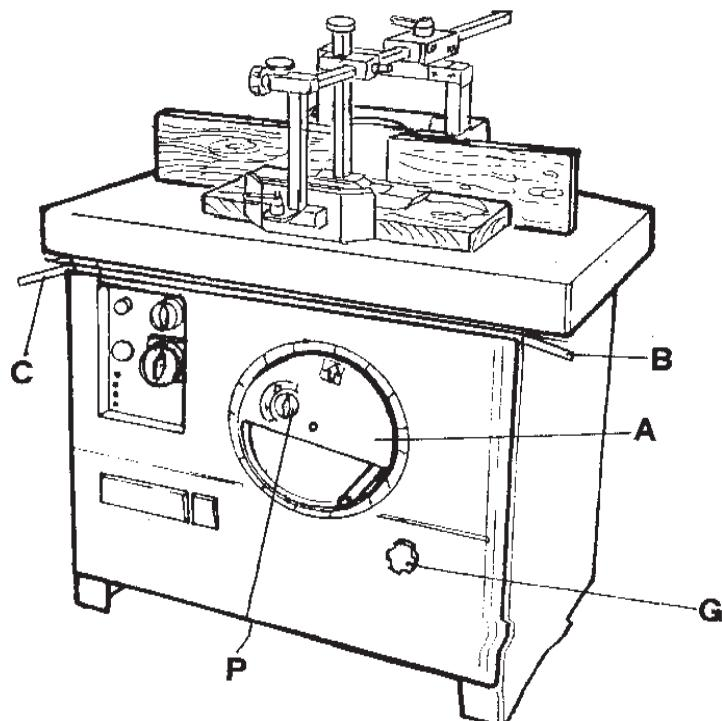

Fig. 8
### 3.2 - COMANDI MECCANICI (fig. 8)
### 3.2 - MECHANICAL CONTROLS (fig. 8)
### 3.2 - MANDO MECANICOS (fig. 8)
- Bloccare l'albero tramite leva E fig.8; serrare la leva e far girare l'albero a mano.
- Push the lever (E, fig. 8) to lock the spindle in place. Engage the lever and turn the spindle manually.
- Bloquear el eje mediante la palanca E fig. 8; apretar la palanca y girar manualmente el eje.
Bloccare l'albero toupie con la leva E fig.8 come descritto in paragrafo 3.2 al punto E. Svitare la vite sull'estremità superiore dell'albero, sfilare gli anelli , montare l'utensile nella parte più bassa dell'albero.
Lock the spindle in place by using the lever (E, fig. 8), as described in paragraph 3.1 at E. Loosen the screw located on the top of the spindle, remove the spacer rings and mount the tool in the lowest part of the spindle.